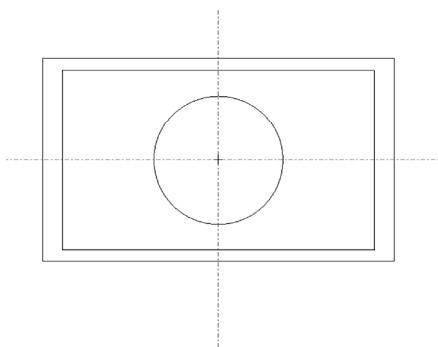

图 2-67 打开模型文件
STEP 01 单击快速访问工具栏中的“打开”按钮, 打开模型文件，如图 2-67 所示。